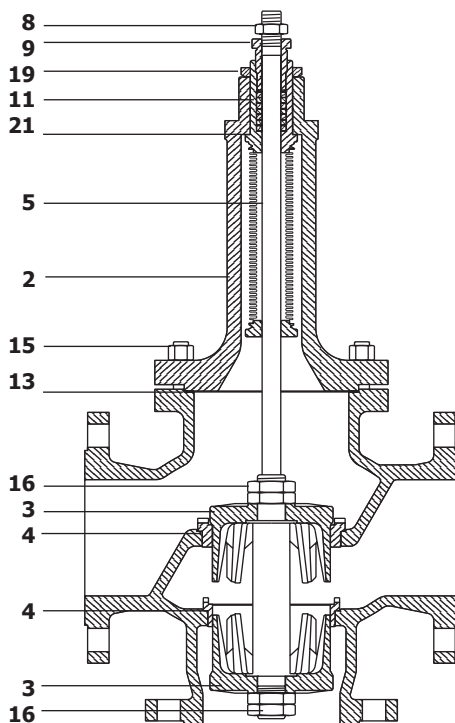

Рис. 11 Отводящий клапан
4.3.3 Процедура замены штока, плунжера и седел у отводящих клапанов с сифонным уплотнением штока (См. рис. 11)